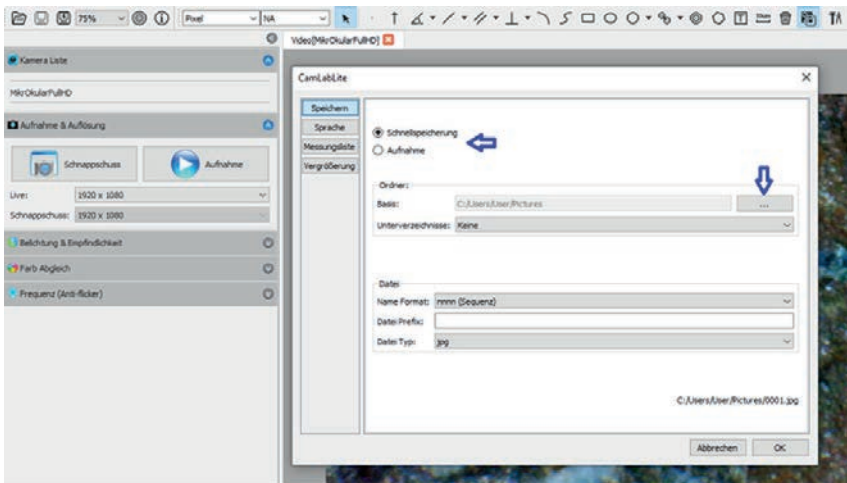

Abbildung 2: Definieren des Speicherpfades für Video Aufnahmen und Schnellspeicherungen (blaue Pfeile). Zwischenablage Tab durch Schnappschuss (roter Pfeil).
**Der zweite Menüpunkt „Aufnahme & Auflösung“** ermöglicht die Bild- und Videoaufnahme Ihrer Probe. Bevor Sie über die Funktion „Schnappschuss“ oder „Aufnahme“ Ihre Probe fotografieren und über einen längeren Zeitraum aufnehmen, sollten Sie zunächst den Speicherort definieren. Dies gelingt durch klicken des Einstellrades in der obersten Menüleiste. In dem geöffneten Fenster können Sie nun den Dateipfad für Ihre gespeicherten Fotos und Videos definieren. Die Aufnahmen werden automatisch in den vordefinierten Ordnern abgelegt (Abb. 2).